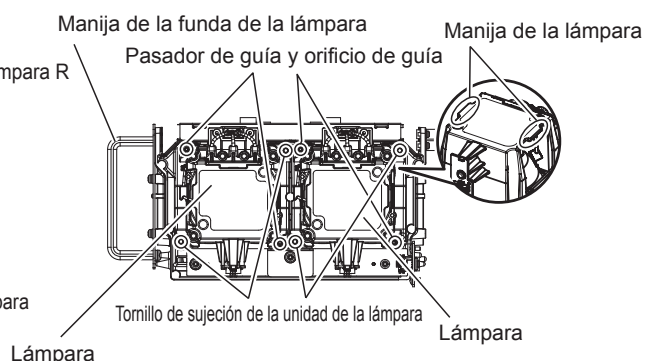

Figura 4
4) Quite la unidad de la lámpara. (Figura 4)